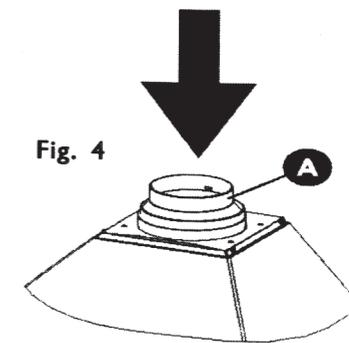

Fig. 4
a) La campana puede conectarse a tuberías externas mediante un conducto rígido de diámetro 100 o 150 mm. cuya elección se deja a criterio del instalador. Para realizar la instalación con un conducto de 100, es necesario utilizar la reducción **A** en la salida de la campana (fig.4)